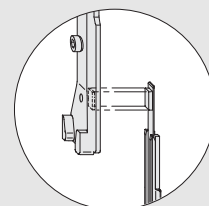

Bild 1
- > A** Schieber (Seite 2: 36) mit Schubstange S4 und Eckumlenkung VSU/BSO (37) senkrecht an der BSO einschieben.
- B** Schließer TBT (21), Schere LM 4200 (20), Schubstange S3, waagrecht an der VSO einschieben.
- > C** Schließer TBT (21), Schere LM 4200 (20) und Schubstange S3, Scherenschließer MV (42), Schließplatte (40) und >Schubstange (Länge 234 mm) waagrecht an der VSO einschieben.
- > D** Schließer TBT (21) mit Eckumlenkung VSU/BSO (37) kuppeln. Auf korrekte Positionierung des Kupplungsstückes der Eckumlenkung VSU/BSO (37) achten.
- E** Winkelbandlager (10/16) und Schere LM 4200 (20) mit Senkschraube M5 x 7 (11/17) verschrauben (Drehmoment $2,5 \pm 0,25$ Nm).
- > F** Winkelbandlager (10/16) nach Angaben auf Seite 4 positionieren und Schere LM 4200 (20) mit Stanzschrauben befestigen.
- > G** Schieber (36) mit Schubstange S5 und Eckumlenkung VSU/BSO (37) waagrecht an der VSU einschieben.
- H** Kippriegel TBT (25), Schubstange S1, Kupplungslasche LM (30/34), Schubstange S2 und Eckumlenkung VSO (23.1/23.2) senkrecht an der VSO einschieben.
- > I** Kippriegel TBT (25) mit Eckumlenkung VSU/BSO (37) kuppeln. Auf korrekte Positionierung des Kupplungsstückes der Eckumlenkung VSU/BSO (37) achten (Bild 1).
- J** Eckumlenkung VSO (23.1/23.2) mit Schubstange S3 „>Schubstange 234“ kuppeln und mit Klemmstück EUL (22) sichern.
- K** Auflaufbock (28) waagrecht an der VSU einschieben (entfällt bei MV an der VSU).
- L** Hebel LM abschließbar/TBT (1) mit Zylinderschrauben M5 x 12 (31) anschrauben (Drehmoment $2,5 \pm 0,25$ Nm). Einschluß des Hebelmitnehmers in Kupplungslasche (30) beachten.
- L** Fehlbedienungsperre LM (33) am Überschlag mit Zylinderschrauben M5 x 12 (32) an dem Hebel LM (1) anschrauben (Drehmoment $2,5 \pm 0,25$ Nm). Einschluß des Hebelmitnehmers in Kupplungslasche (34) beachten.
- M** Ecklagerbolzen (4) in Eckband (5) DIN rechts oder DIN links eindrücken.
- N** Klemmstück E (6) senkrecht an der BSU einschieben und Eckband (5) mit Senkschrauben M5 x 8,5 (3) verschrauben (Drehmoment $2,5 \pm 0,25$ Nm).
- O** Eckband rechts/links (13) in die Flügelnut einschieben und mit vormontierten Senkschrauben M5 x 8,5 befestigen (Drehmoment $2,5 \pm 0,25$ Nm).